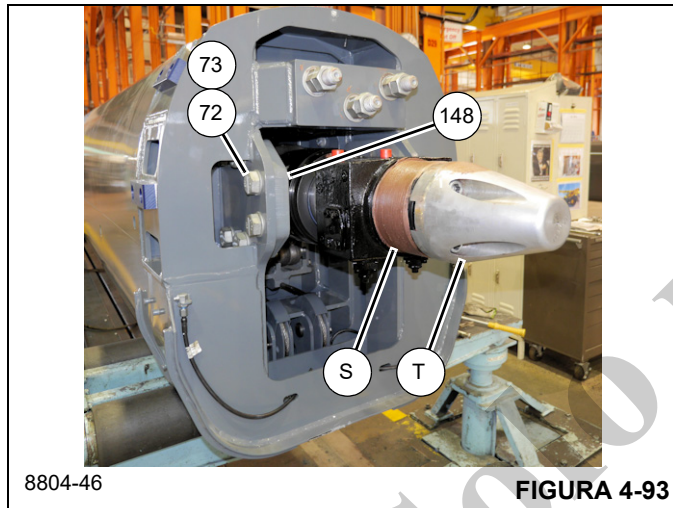

FIGURA 4-93
- 103. Fije el bloque de muñón (148) a la sección telescópica 1 (2) utilizando los seis pernos (73) y las arandelas planas endurecidas (72) (lados izquierdo y derecho) (vea la Figura 4-93).
- 104. Aplique pasta antiarrotamiento a la superficie rectificada (S) en la parte trasera del cilindro telescópico (6) (vea la Figura 4-93).
- 105. Conecte la herramienta especial (n/p MT102678) (T) al extremo del cilindro telescópico (6) (vea la Figura 4-93).